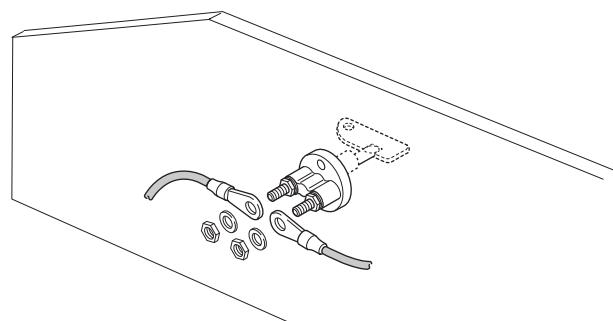
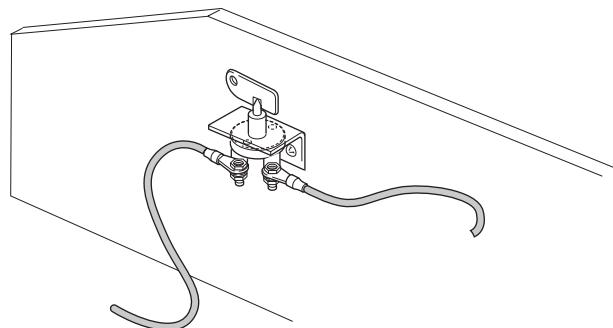

Fig. 43
Fig. 44
- Seleccione una opción de montaje adecuada para el secccionador de baterías (véase ejemplos de montaje (Fig. 43)Fig. 44).